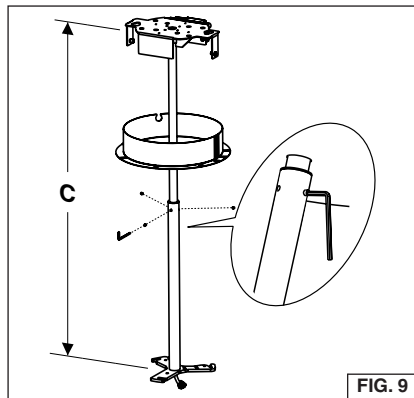

FIG. 9
4. Installez et serrez le trois (3) vis de blocage à l'aide de la clé hexagonale fournie en sac de pièces. Fig.9